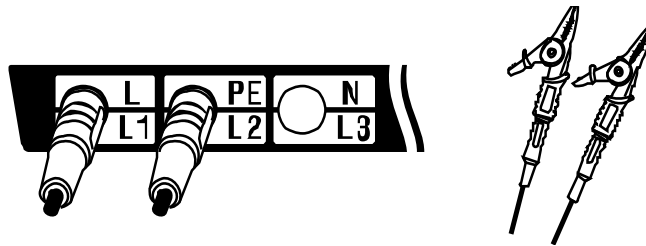

Fig.9-1
2. Verbind de meetsnoeren met het instrument. (Fig.9-1)